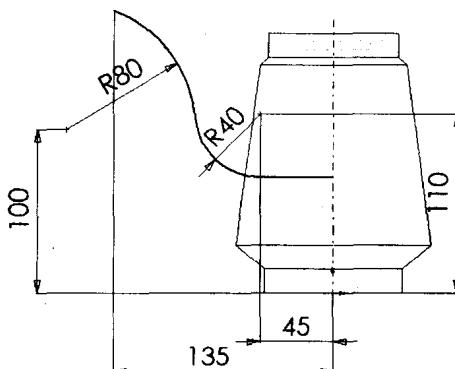

图 1.4
- 选择 FeatureManager 设计树中的【右视】基准面，单击【草图绘制】工具栏中的【草图绘制】按钮，打开一张草图。单击【标准视图】工具栏中的【右视】按钮，将视图转正。单击【草图绘制工具】工具栏中的【中心线】按钮，画一条通过坐标原点的竖直中心线。单击【草图绘制工具】工具栏中的【直线】按钮，画一条水平直线，其中直线的一个端点与中心线重合。单击【草图绘制工具】工具栏中的【切线弧】按钮，画一条和直线相切的弧、一条和当前弧相切的弧。单击【标注几何关系】工具栏中的【添加几何关系】按钮，绘图区分别选择直线的左端点和与其相切弧的圆心，在弹出的【添加几何关系】对话框中的【几何关系】选项组中选择【竖直】单选按钮。单击【标注几何关系】工具栏中的【尺寸标注】按钮，标注各控制尺寸如图 1.4 所示。单击【标准】工具栏中的【重建模型】按钮，将草图关闭。单击【标准视图】工具栏中的【等轴测】按钮，